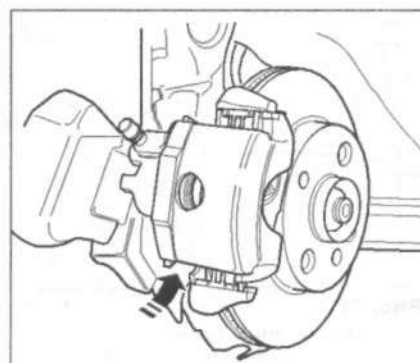

Рис. 11.12. Установите тормозной суппорт (стрелка) и затяните болты его крепления.
4. Установите тормозной суппорт (стрелка) и затяните болты его крепления (рис. 11.12).